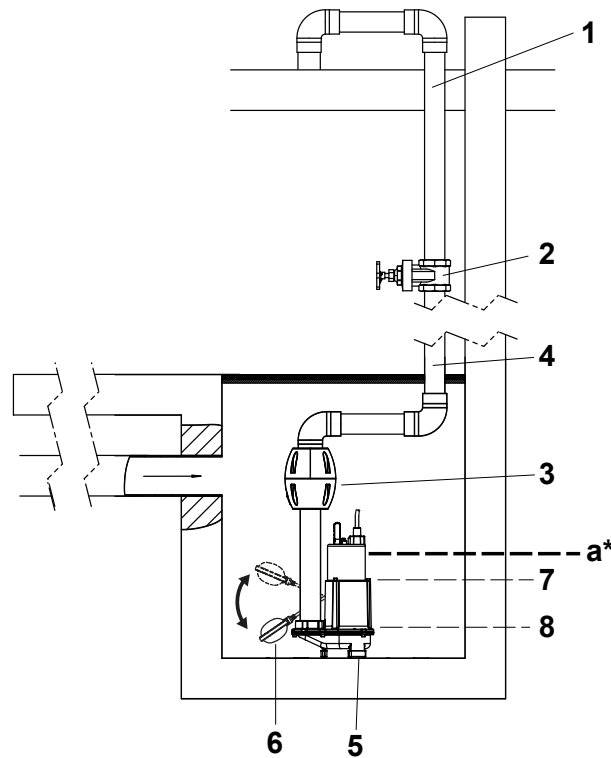

Figura 2 Esempio di installazione, vasca in calcestruzzo
- Oltre ad una temperatura del fluido di 60 °C, fino a un massimo di 80 °C, non si deve superare il livello massimo dell'acqua (vedere figura 2, "a" contrassegnata sopra). Il cavo di alimentazione della pompa deve essere fissato in modo che non possa entrare in contatto con il fluido a temperatura superiore a 60 °C. Il mancato rispetto di queste istruzioni può causare danni alla pompa e/o fare decadere la garanzia.